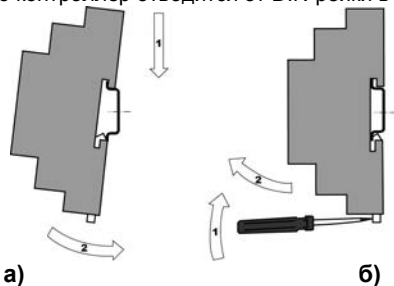

Рисунок 8.1 – Монтаж контроллера с креплением на DIN-рейку
2. В проушину защелки вставить острое отвертки (см. рисунок 8.1 б), и отжать защелку по стрелке 1, после чего контроллер отводится от DIN-рейки в направлении стрелки 2.